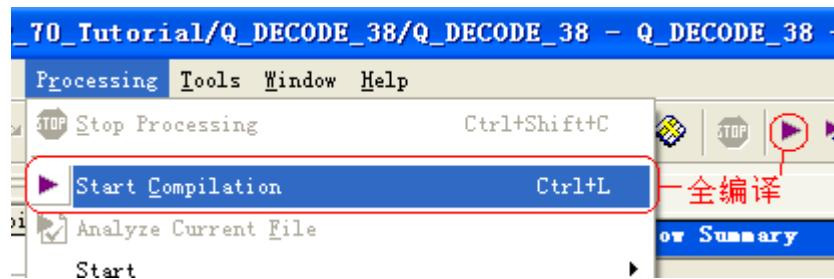

图 2-16 执行 start compilation
13. 全编译文件。点击菜单项 Processing->start compilation、点击图标 或使用 **CTRL+L** 执行全编译，如图 2-16。